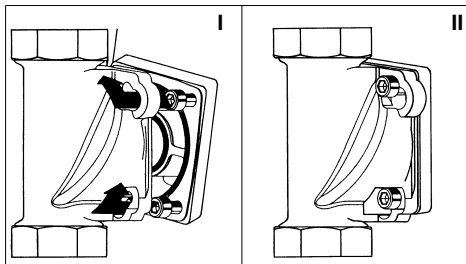

Abb. 2: Einbaudrehflansch mit Bajonett
- Die vier Flanschschrauben in die Bajonettbohrung am Einbaudrehflansch stecken (siehe Abb. 2 I).
- Die Wasserüberwachungs-Armatur im Uhrzeigersinn bis zum Anschlag drehen (siehe Abb. 2 II).